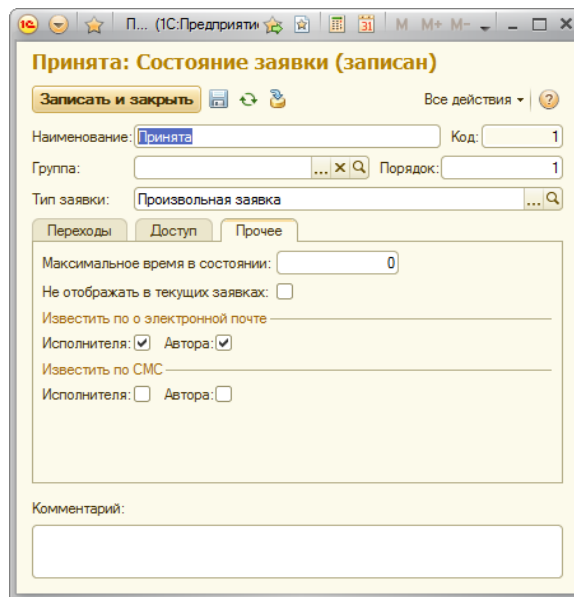

Рис. 1. Вид состояния. Настройка оповещения
3. Для требуемых состояний заявок установить флажки напротив параметров извещения исполнителя и/или автора по электронной почте и/или по СМС (рис. 1).